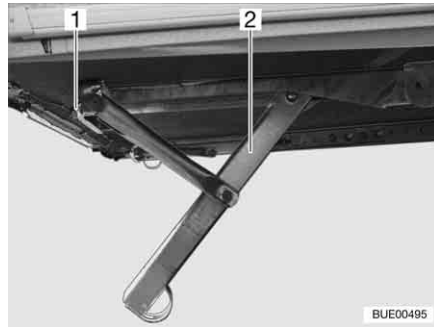
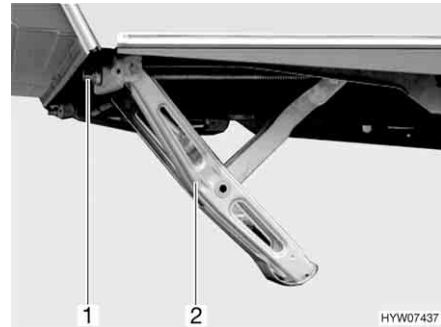

Fig. 20 Piedini di stazionamento a manovella abbassati (variante 1)
Fig. 21 Piedini di stazionamento a manovella abbassati (variante 2)
- Inserire la manovella in dotazione di serie nell'esagonale (Fig. 20,1 o Fig. 21,1) del piedino di stazionamento a manovella (Fig. 20,2 o Fig. 21,2).